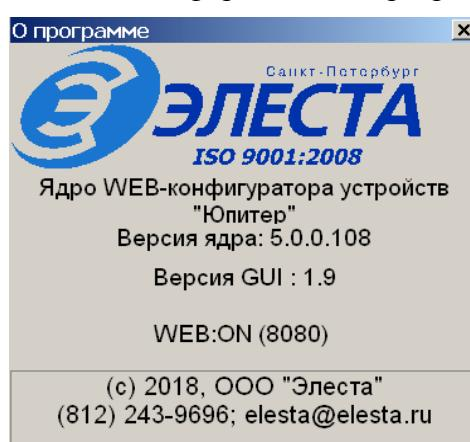

Рис.29.3. Окно информации о версии программы.
- О программе - отображает окно с информацией о программе (см. рис.29.3)